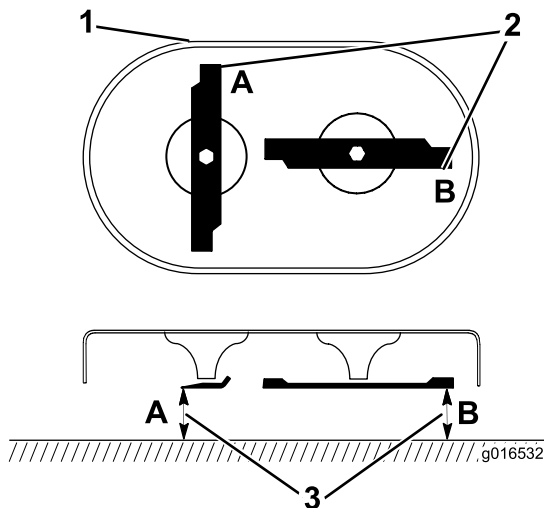

Figura 42
1. Ruotate le lame nella posizione illustrata nella Figura 42.
2. Misurate da una superficie piana ai bordi di taglio nelle posizioni A e B (Figura 42), e registrate entrambe le dimensioni.
3. Ruotate le lame in modo che le estremità opposte si trovino nei punti A e B (Figura 42).